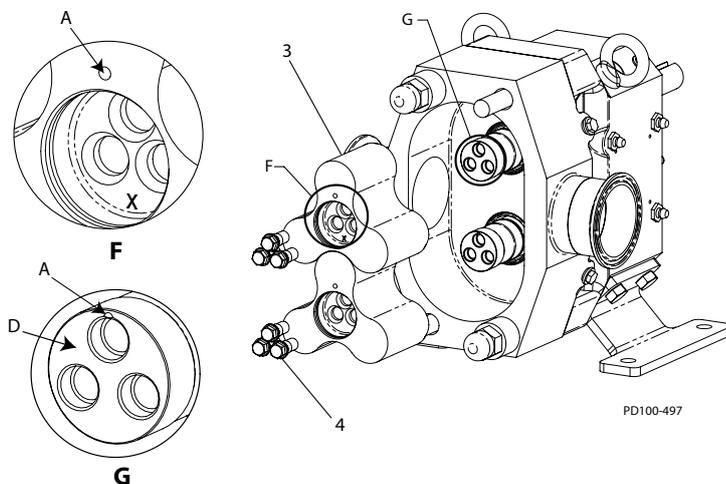

Figure 56 - Installer le rotor
2. La face de l'arbre doit être exempte de bords relevés ou bavures (voir Figure 56, détails G, objet D).
3. **Ré-utiliser les rotors:** Appliquez un lubrifiant compatible avec les joints toriques et installez le rotor marqué sur l'arbre de commande et le rotor non marqué sur l'arbre court en tenant compte de l'alignement de la marque de référence sur les arbres pour le positionnement du rotor. (Voir objet A dans Figure 56, détails F et G.)
Installer de nouveaux rotors: Appliquez un lubrifiant compatible avec les joints toriques et installez les rotors sur les arbres en tenant compte de l'alignement de la marque de référence sur les arbres pour le positionnement du rotor. (Voir objet A dans Figure 56, détails F et G.) Collez un « X » à environ 3 mm de hauteur sur la face de la fraise à lamer en face de la marque de référence d'alignement. Voir Figure 56, Détail F ; voir également Figure 31 pour une vue plus étendue.
4. Installez une vis d'ergot (Figure 56, objet 4) dans le trou situé le plus près de la marque de référence dans chaque rotor.